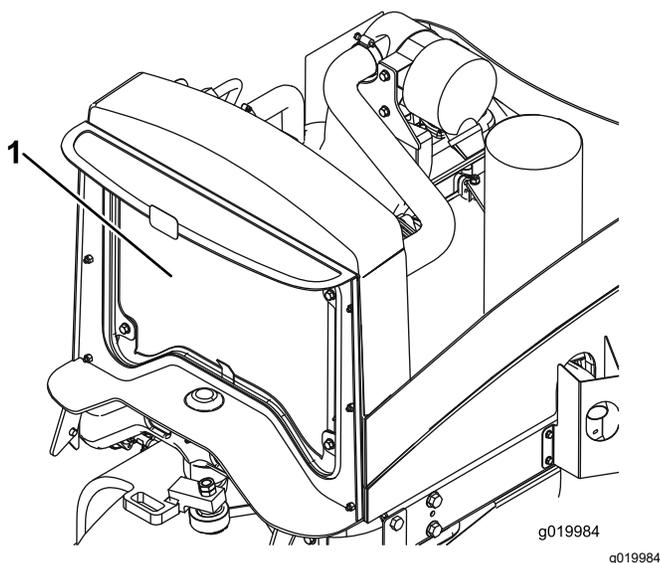

Figura 61
2. Pulite accuratamente entrambi i lati dell'area del radiatore/radiatore dell'olio utilizzando aria compressa (Figura 61).